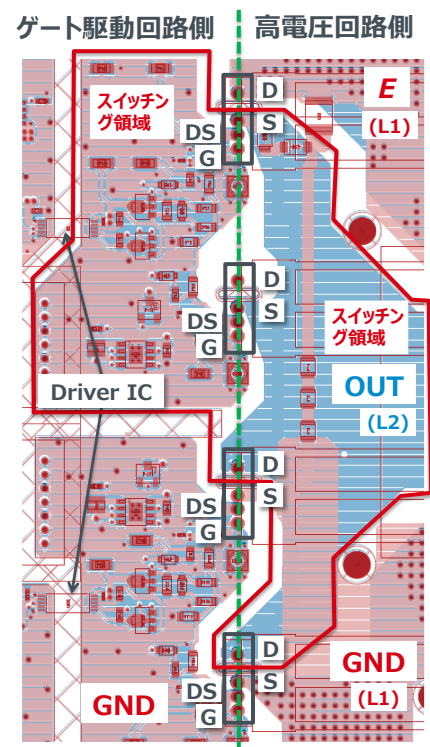

Figure 7. TO-247-4L 並列接続時のレイアウト例
Figure 7 に TO-247-4L パッケージの SiC MOSFET をブリッジ構成且つ並列使用した場合のレイアウト例を示します。右側が高電圧回路側で、左側がゲート駆動回路側となっており、完全に分離されており、ゲート駆動回路の復路は、L2 層で形成され、ドライバソース (DS) 端子で一点接地され、SiC MOSFET パッケージ内で高電圧回路側の GND と接続されています。